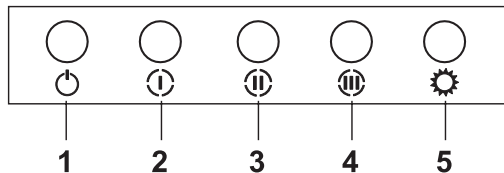

Figura 12: Pressione a tecla
*Fig. 12:* Substituição da lâmpada de vela de ignição Remova o filtro do cartucho de alumínio. Remova a lâmpada defeituosa e substitua-a por uma nova com a mesma classificação. Figura 12